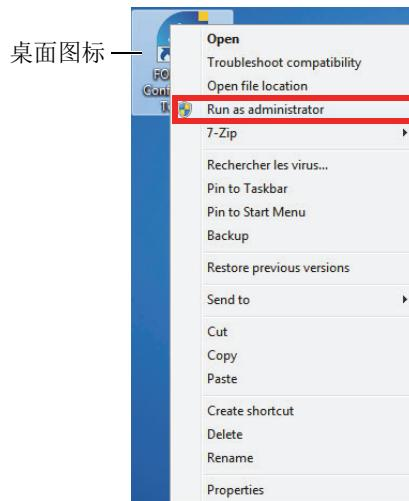

图 5-1 打开配置工具
- ◆ 在桌面上, 右击配置工具图标, 然后点击 **Run as administrator** (作为管理员运行) > **Yes** (是) (参见第 23 页的图 5-1)。